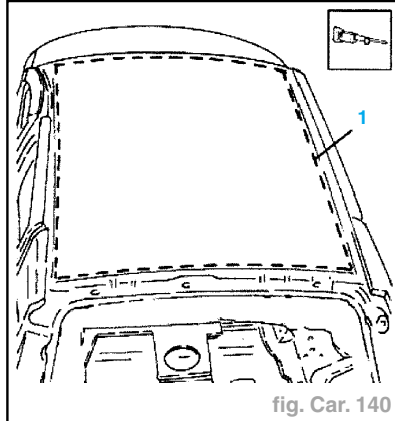

fig. Car. 140
- Découper le pourtour du revêtement du pavillon (1) (fig. Car. 140).